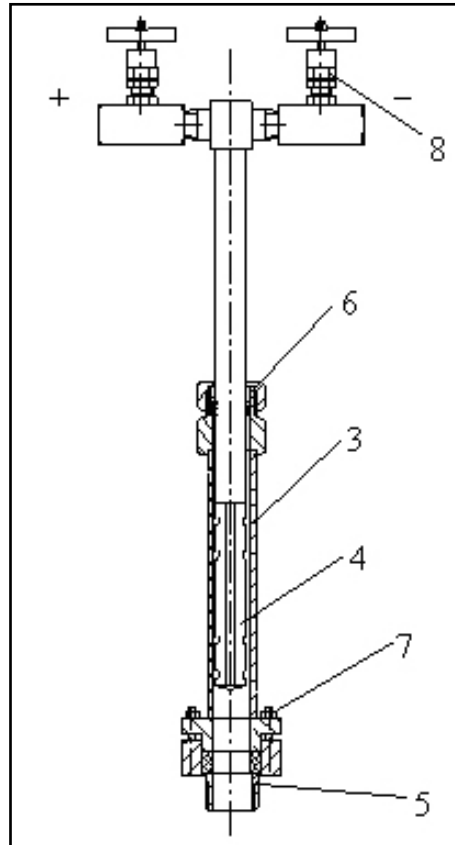

Abb. 11: Sensorprofil mit Schutzrohr
10. Stellen Sie sicher, dass das Itabar-Sondenprofil [4] sich vollständig im Schutzrohr [3] befindet [Abb. 11].
11. Dichten Sie nun den Gewindestutzen [5] mit einem geeigneten Dichtungsmittel ein [Abb. 11].